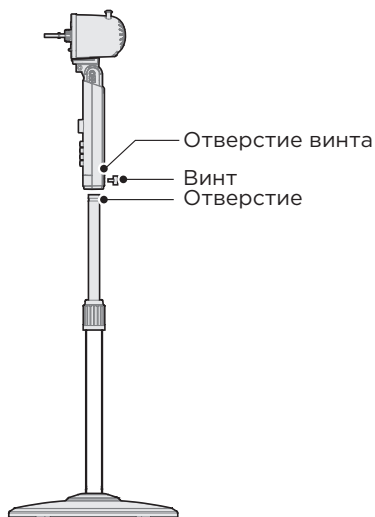

Рис.4
- 5** Насадите блок мотора на стойку, затем затяните винт, чтобы он вошел в выемку на верхней части стойки (Рис. 4)